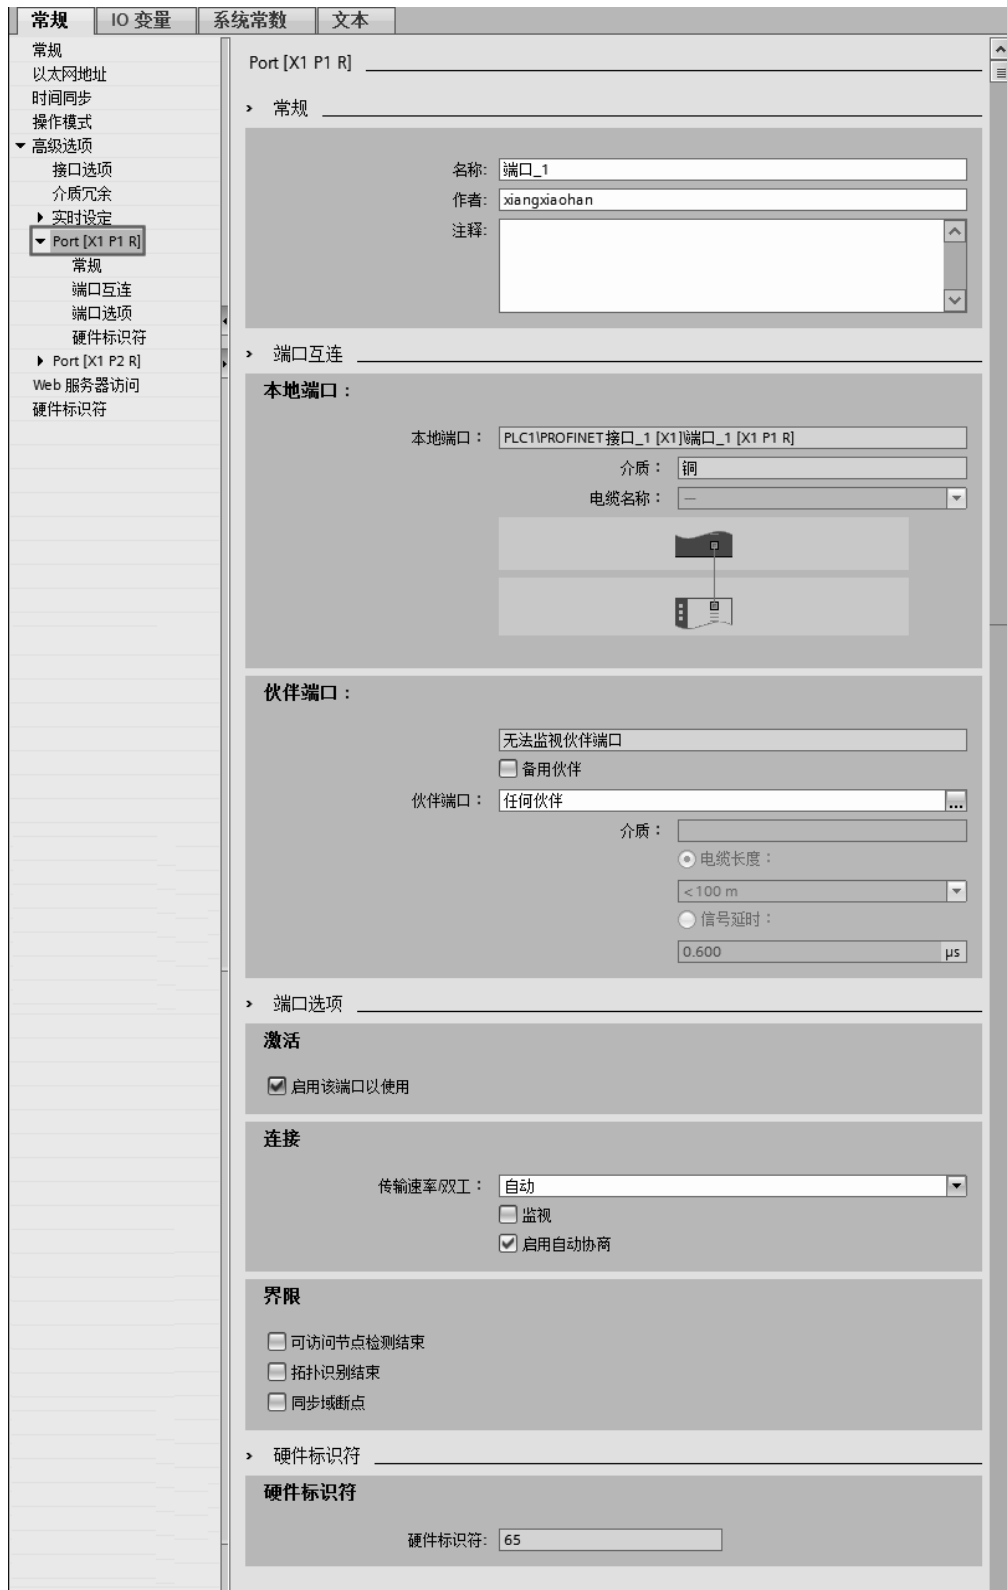

图 3-34 PROFINET 接口- Port1[XP1 R]
4) Port1[XP1 R] (PROFINET 端口) Port1[XP1 R] (PROFINET 端口) 参数设置如图 3-34 所示。其具体参数介绍如下。
① 在“常规”部分, 用户可以在“名称”、“作者”和“注释”等空白处作一些提示性的标注, 支持汉字字符。
② 在“端口互连”中, 有“本地端口”和“伙伴端口”两个选项, 在“本地端口”中, 有介质的类型显示, 默认为“铜”, “电缆名称”显示为“--”, 即无。